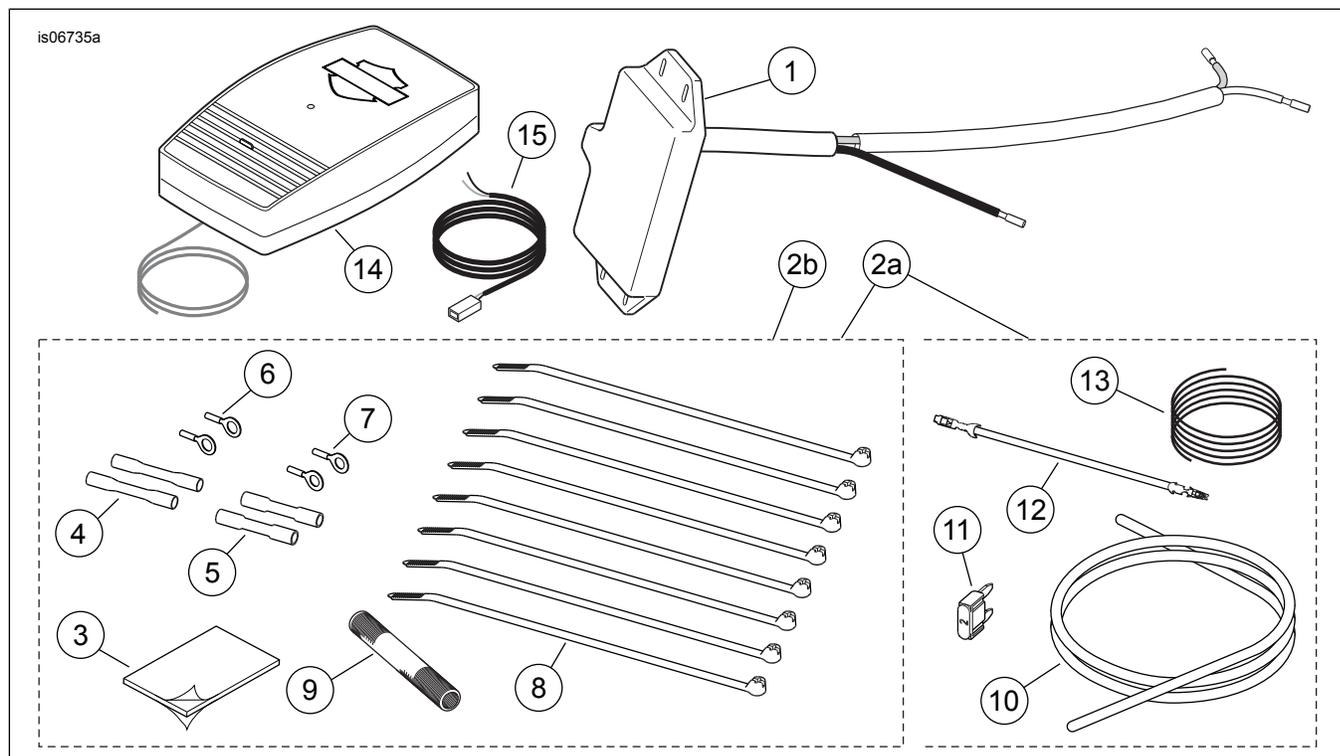

Figure 34. Pièces de rechange, kits de l'ouvre-porte de garage à télécommande
3. Voir Figure 22 . La configuration d'épissure « deux en un » . Obtenir un connecteur bout à bout scellé **rouge** (voir Figure 34, article 4) du kit. Épisser le conducteur d'alimentation du faisceau de l'ouvre-porte de garage aux fils orange/blanc du faisceau principal selon les instructions dans l'annexe du manuel d'entretien.
4. Voir Figure 22 . La configuration d'épissure « un en un » . Obtenir un connecteur bout à bout scellé **bleu** (voir Figure 34, article 5) du kit. Épisser le fil blanc de l'émetteur aux fils blancs du phare.
3. Glisser le conduit de fil tressé (9) du kit par-dessus les fils blancs de l'émetteur.
4. Voir Figure 22 . La configuration d'épissure « un en un ». Obtenir un connecteur bout à bout scellé **bleu** (voir Figure 34, article 5) du kit. Épisser le fil blanc de l'émetteur aux fils blancs du phare.
2. Voir Figure 34. Glisser le conduit de fil tressé (9) du kit par-dessus le fil blanc de l'émetteur.
3. Voir Figure 22 . La configuration d'épissure « un en un ». Obtenir un connecteur bout à bout scellé bleu (voir Figure 34, article 5) du kit. Épisser le fil blanc de l'émetteur aux fils bleu/blanc du phare.
2. Voir Figure 34. Glisser le conduit de fil tressé (9) du kit par-dessus les fils blancs de l'émetteur.
3. Voir Figure 22 . La configuration d'épissure « un en un ». Obtenir un connecteur bout à bout scellé **bleu** (voir Figure 34, article 5) du kit. Épisser le fil blanc de l'émetteur aux fils blancs du phare.